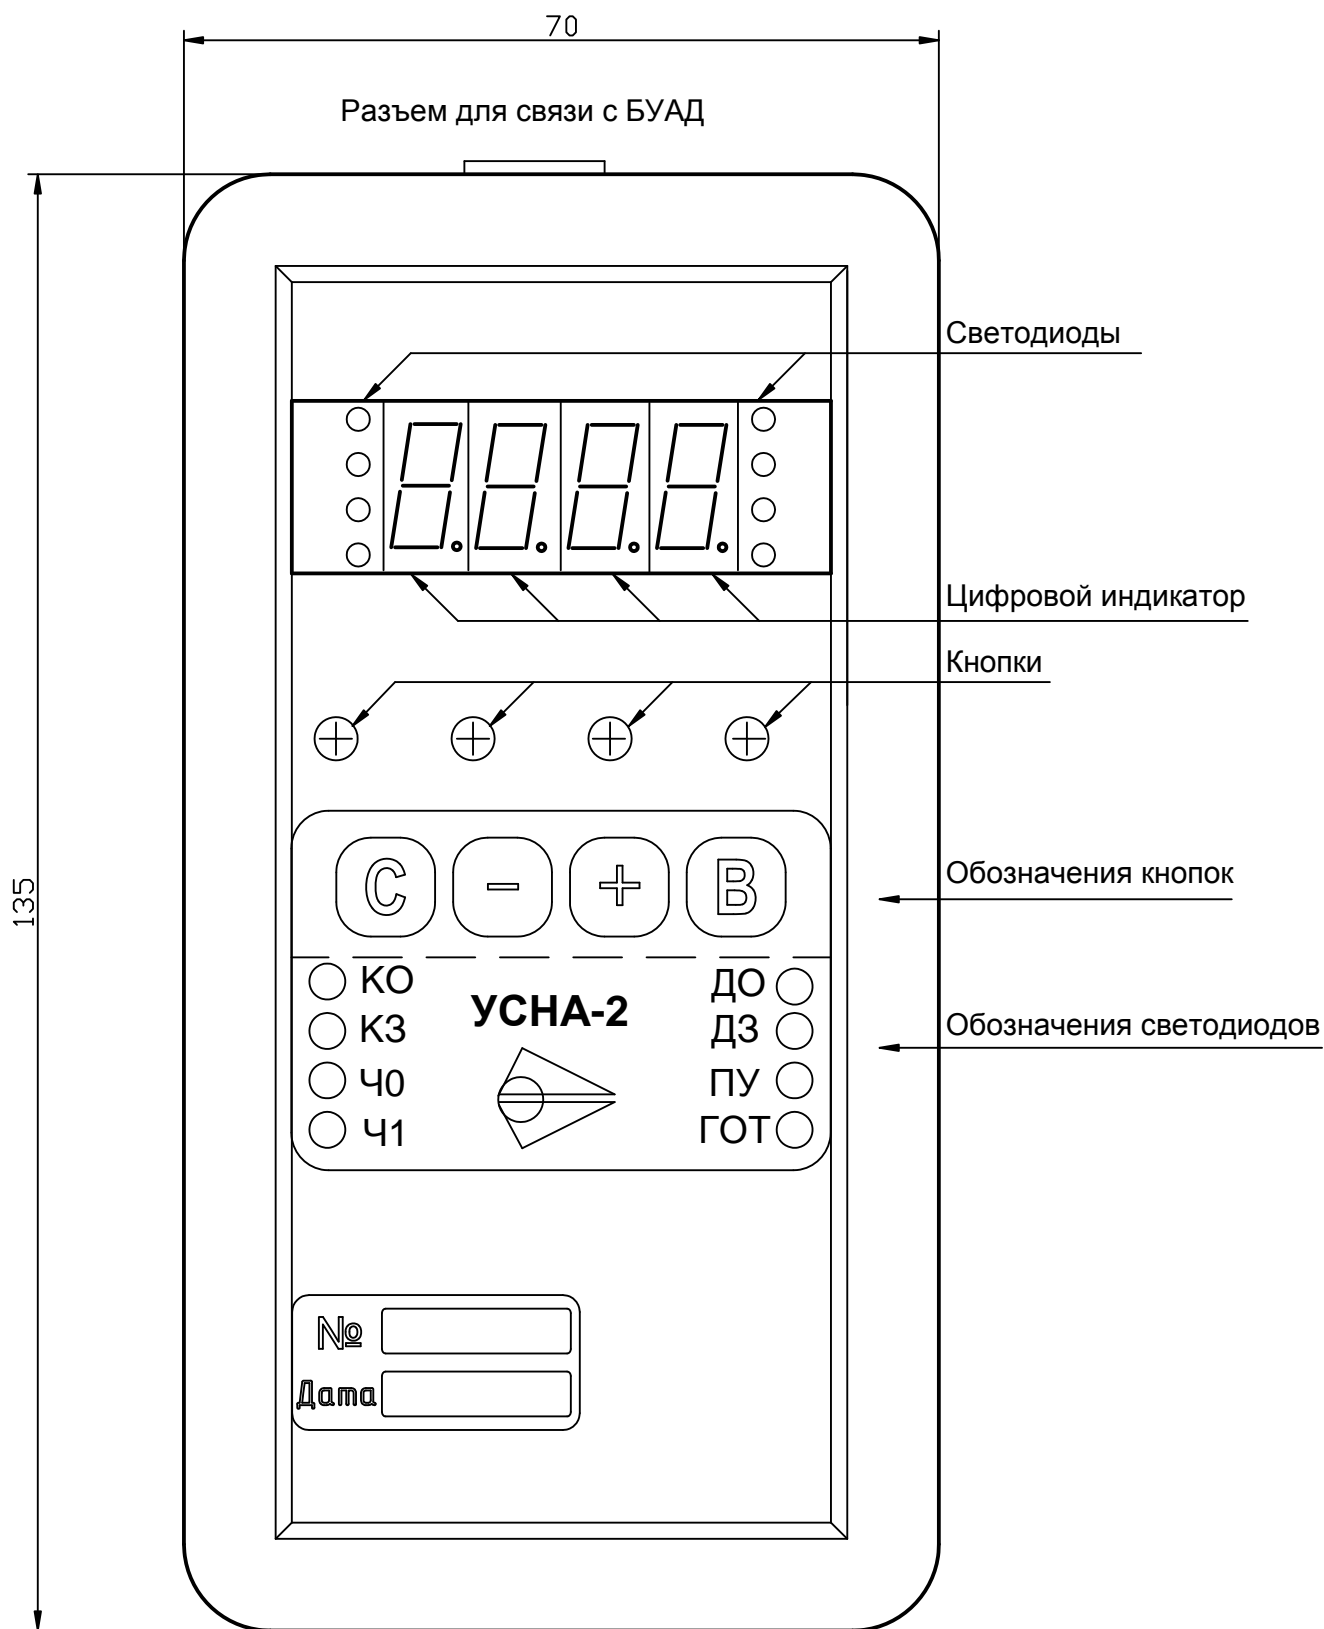

Рис.1. Внешний вид Устройства настройки УСНА.
3.4.1. Панель управления *Устройства* (рис.1) состоит из